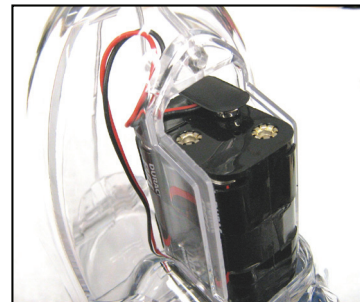

Figura 1
- 1) (Figura 1) El conector del cable de las baterías es un conector de tipo 9 V, pero las baterías de 9 voltios no tienen suficiente potencia para el EMPIRE[®]. Utilice sólo 6 baterías AA instaladas en el soporte suministrado.
7) (Figura 1) Es muy importante reinstalar el cono de tracción apropiadamente para una correcta operación del cargador. Note la pestaña de tracción (e) en el lado inferior del cono de tracción (b). La pestaña de tracción se usa para atrapar la pestaña del resorte (d). Con la caja de resortes (a) y el resorte de tracción (c) montado en el eje principal
1) (Figura 1) Asiente la unidad de tracción de regreso a la carcasa izquierda. Hay dos pestañas al lado de la unidad de tracción. Asegúrese de que estas dos pestañas se asienten en las ranuras de la carcasa izquierda. Asegúrese de que los cables del sensor fluyan alrededor del lado de la unidad de tracción, y no estén frente al agujero de la parte inferior trasera de la carcasa, de otro modo el tornillo del cuerpo destruirá estos cables. Para facilitar el rearmado, enciente los cables del motor/batería abajo sobre la cubierta del cuello de alimentación superior como se muestra.